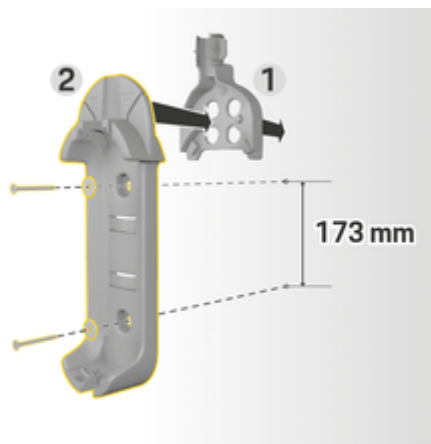

Fig. 13 Cotes de perçage
3. Pressez l'installation murale de base 2 (Fig. 13) dans le guide-câble 1 (Fig. 13) depuis l'avant.